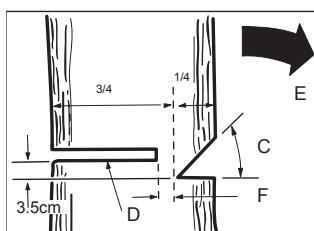

FIG. 1
En règle générale, l'abattage consiste en deux coupes principales, l'entaille (C fig.1) et la coupe proprement dite (D fig.1), nécessaire à la chute de l'arbre.
- Commencez par l'entaille supérieure (C) sur le côté de l'arbre qui fait face à la direction de chute (E)
- L'entaille doit avoir une profondeur (F) égale à environ $\frac{1}{4}$ du diamètre du tronc.
- Après l'entaille, effectuez la coupe proprement dite (D) de l'autre côté de l'arbre, à 3-5 cm au-dessus de la hauteur de l'entaille (fig. 1).